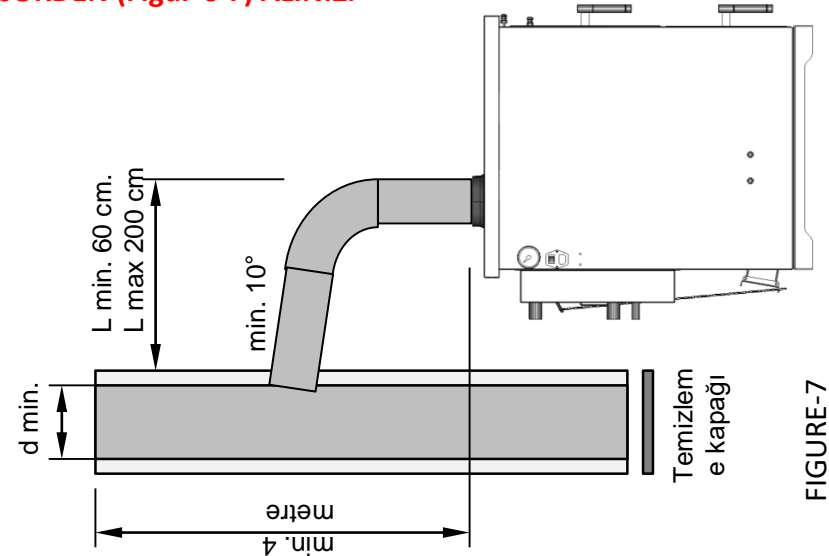

FIGURE-7
2. Baca bağlantısı 13 cm boru ile en fazla 2 dirsekten oluşmalı ve en kısa mesafede bacaya bağlanmalıdır. (Figure-7/8)
3. Bacanız dış mekanda ise mutlaka çift cidarlı ve izolasyonlu olmalıdır. Bacanız standartlara uygun olmalıdır. (Figure-7/8)
5. İlk yakma işleminde Zincirli mekanik termostatı (E) istenilen sıcaklığa ayarladıktan sonra primer hava klapesi (6) ve sekonder hava klapesi (5) ve baca klapesi (19) tam açık konumda olmalıdır. Tam olarak yanış başladıktan sonra aşağıdaki pozisyonlarda kullanabilirsiniz.